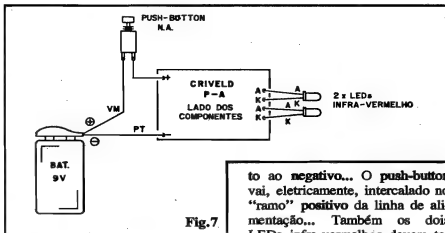

Fig.7
- FIG. 7 - CONEXÕES EXTERNAS À PLACA "A" - Sempre vista pelo lado não cobreado, (como na fig. 5), a plaquinha "A" traz agora evidentes as conexões "periféricas" ou externas... Atenção aos seguintes pontos: polaridade da alimentação, com o fio vermelho do "clip" correspondendo ao positivo, e o fio pre-